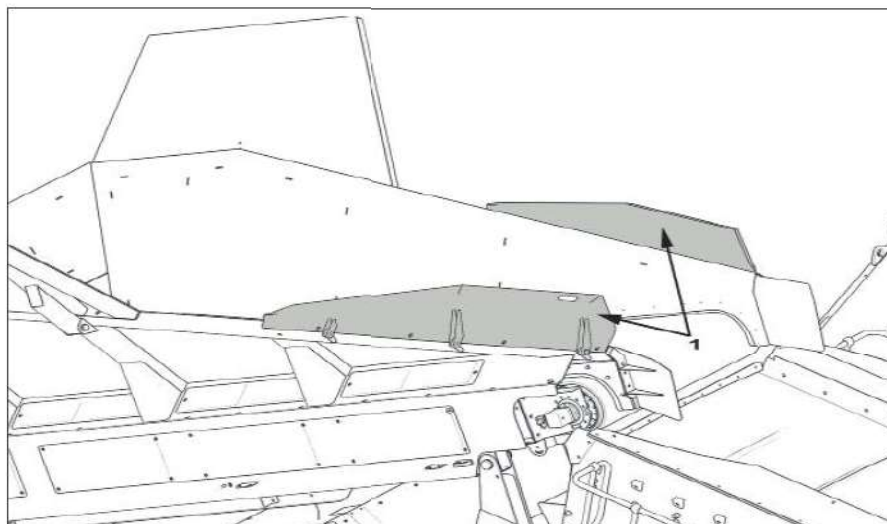

Figure 5.14 - Vleugelplaten toevoerband
2. Verwijder de M16x50 bouten door de vleugelplaten vast te zetten, zie Afbeelding 5.14.